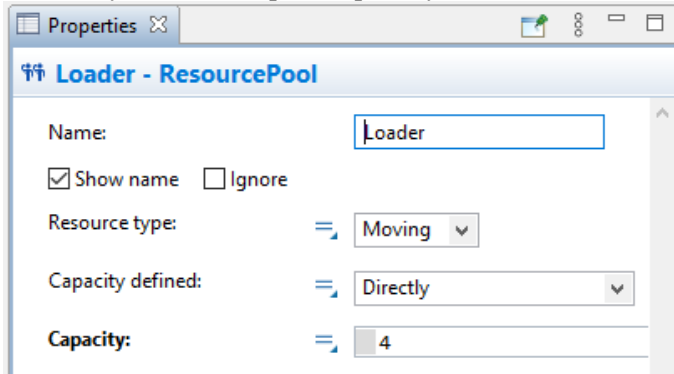

Рисунок 2.21 – Встановлення параметрів ресурсів
- Назвіть блок *Loader*. Задайте число навантажувачів у полі *Capacity* (кількість ресурсів): 4 (рис. 2.21).